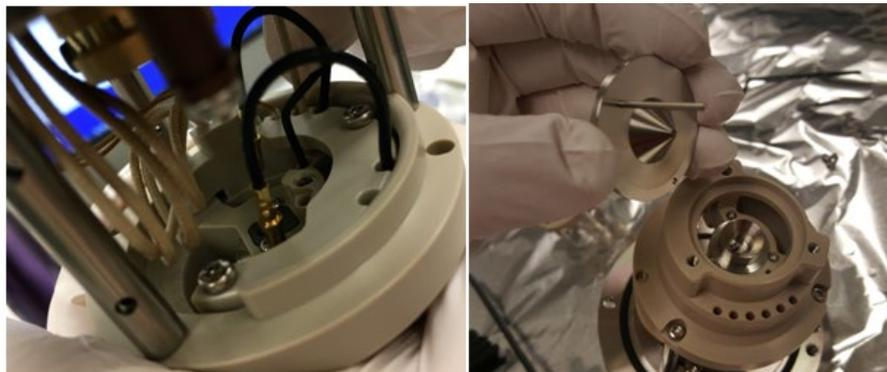

图 119: 拆除截取锥
- 16) 通过刚拔出第一根跳线的孔按电销拆除截取锥。固定截取锥的只有 Q00 及其电气连接，所以当您在上一步将线拔下后，现在只需少量力气就可将其拆除。见图 119。